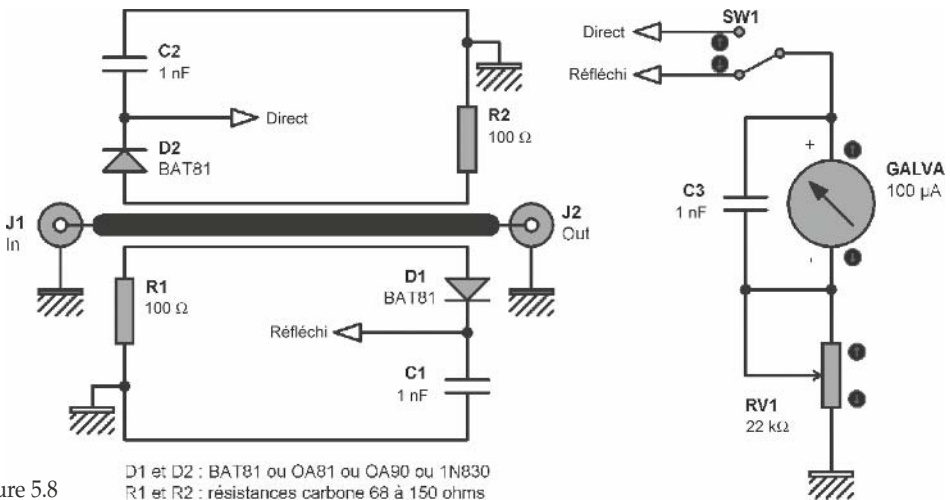

Figure 5.8
**Tentatoo** – Je vous laisse juger par vous-même, avec le schéma présenté en figure 5.8.